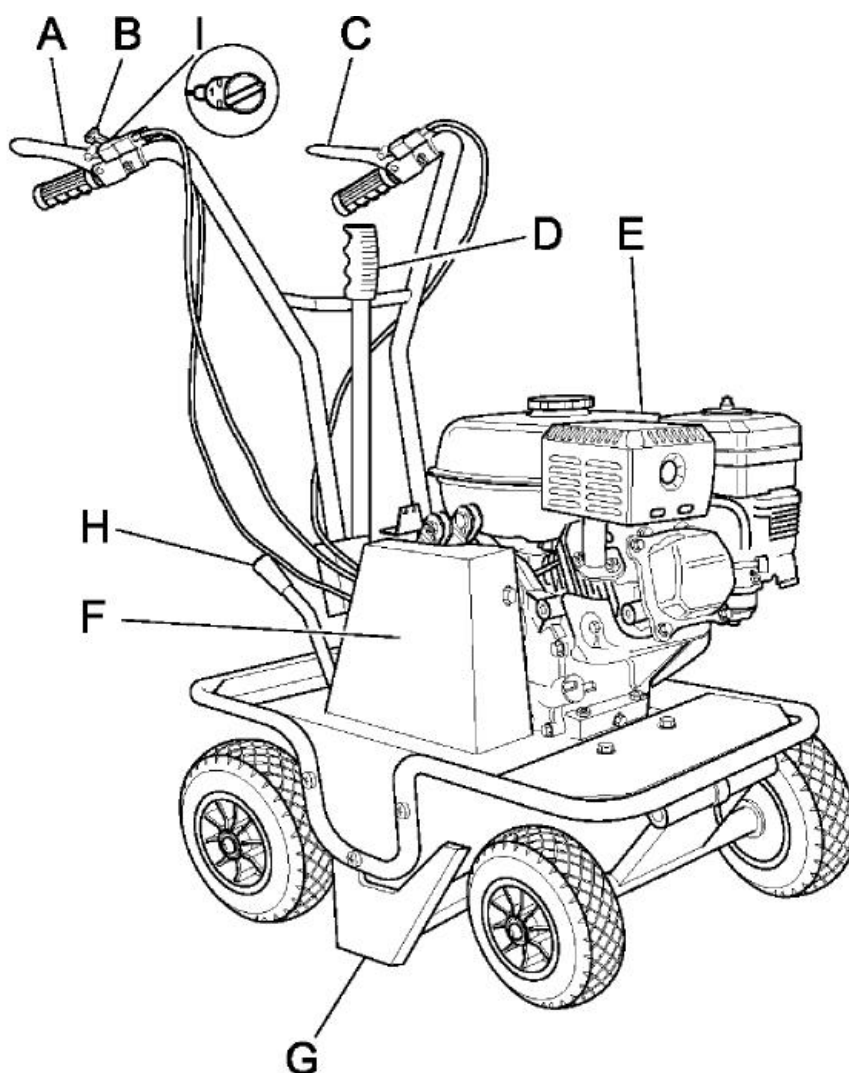
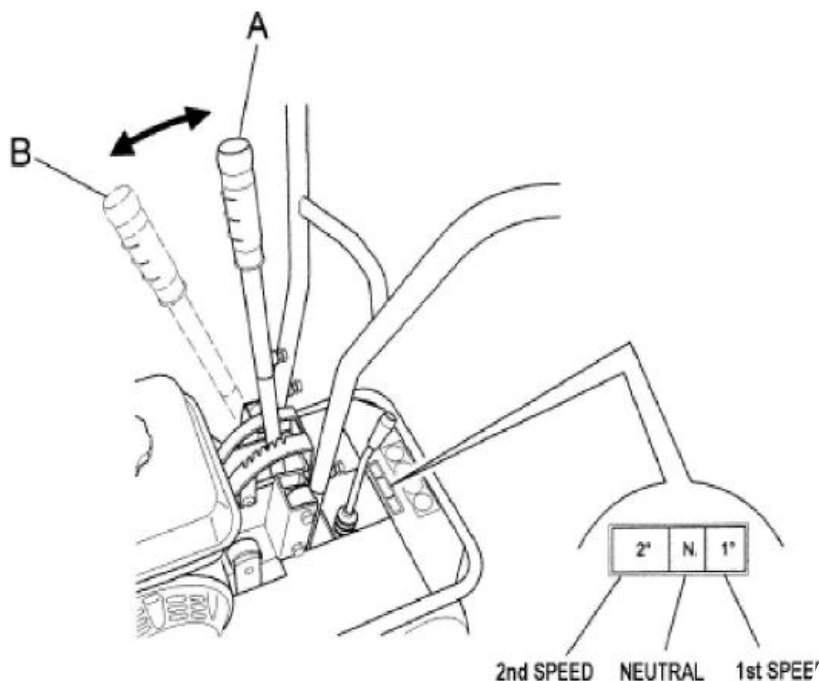

Figure 1
Fig. 2
Il sert à régler la hauteur de coupe en fonction du terrain et de l'épaisseur du gazon à soulever (Fig. 2 Réf. A).
Le carter de protection (Fig. 1 Réf. F) empêche le contact avec les parties en mouvement de la machine. Il est strictement interdit d'utiliser la machine sans carter de protection.
ATTENTION: Sélectionner la marche désirée uniquement après avoir désactivé l'embrayage d'avance de la machine en relâchant le levier approprié (Fig. 1 Réf. c)
- Avant de démarrer le moteur, vérifier que les deux leviers d'enclenchement (embrayage d'avance - Fig. 1 Réf. C et embrayage lames - Fig. 1 Réf. A) se trouvent en position d'arrêt (relâchés); le frein est alors automatiquement actionné; par conséquent, positionner le levier de sélection de marche au point mort (Fig. 2 Réf. C).
- Le carter de protection (Fig. 1 Réf. F) ne doit être enlevé sous aucun prétexte durant l'utilisation de la machine.
- Avant de s'éloigner de la machine, déplacer le levier de vitesse au point mort (Fig. 2 Réf. C) et éteindre le moteur en déplaçant l'interrupteur (Fig. 1 Réf. I) sur 0.
- Ensuite, procéder au chargement de la machine, en la manipulant avec soin. Déplacer le levier de commande accélérateur au minimum (Fig. 1 Réf. B) et au moyen du levier indiqué sur la figure 2, Réf. C, enclencher la marche avant pour le chargement.